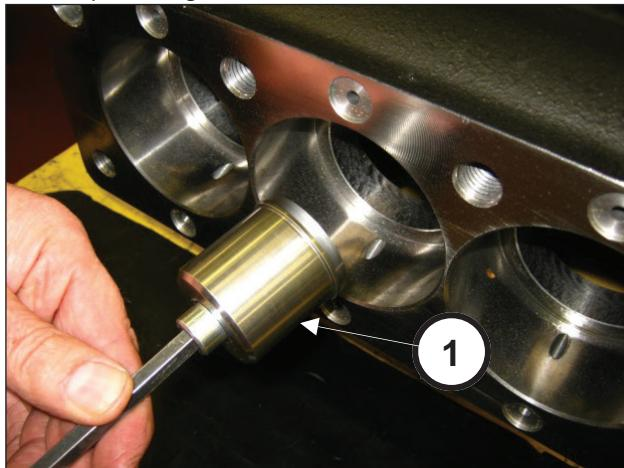
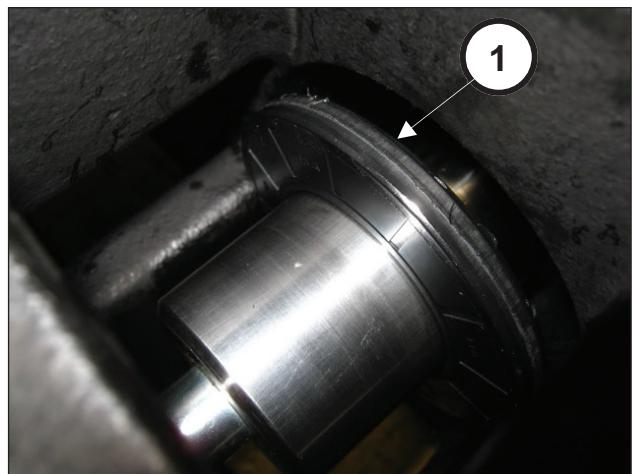

Fig. 34
Fig. 35
Inserire l'attrezzo (pos. ①, Fig. 34) e avitarlo sullo stelo fino a battuta (pos. ①, Fig. 35).
Dopo aver verificato la perfetta pulizia del carter inserire il gruppo semibiella-guida pistone all'interno delle canne del carter (pos. ①, Fig. 35).
Bloccare i tre gruppi utilizzando l'apposito attrezzo cod. 27566200 (pos. ①, Fig. 34).